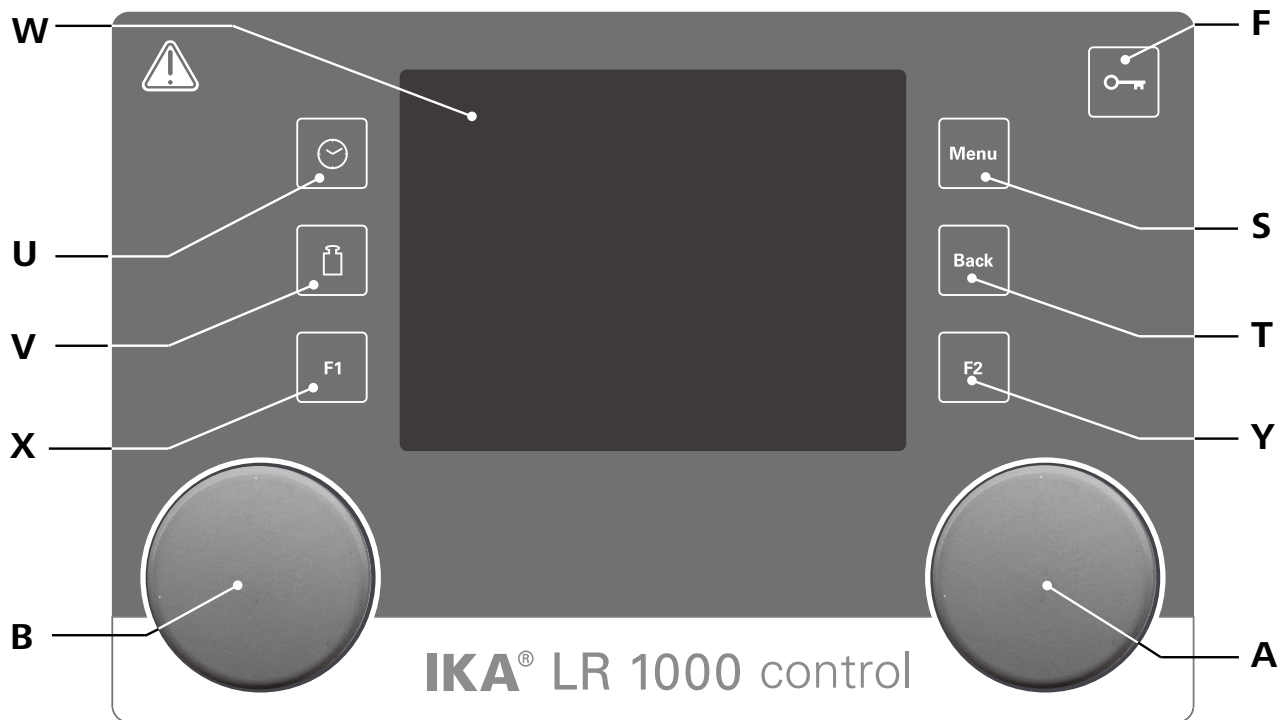

Fig. 12
가압/회전 노브(A)를 돌리면 속도 값을 조정할 수 있습니다. 오른쪽의 회전/가압 노브 (A, Fig. 12 참조)를 눌러 교반 기능을 활성화합니다.
회전/가압 노브 (B)를 돌려 온도 값을 조정할 수 있습니다. 왼쪽의 회전/가압 노브 (B, Fig. 12 참조)를 눌러 가열 기능을 활성화합니다.